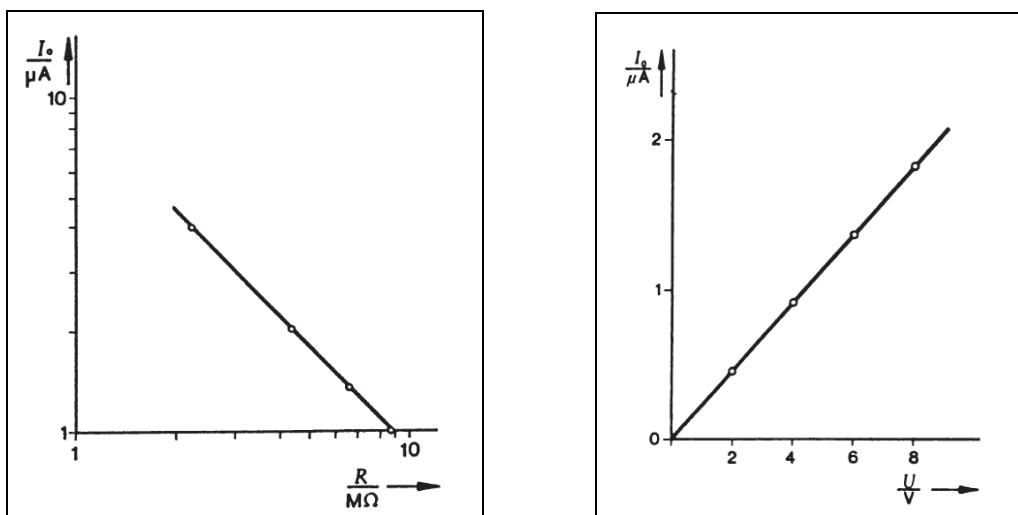

Рис.8. Вид графиков зависимостей $I_0(R)$ и $I_0(U)$.
6.3. Построить графики зависимости по результатам таблицы 5. Для зависимости тока I_0 от сопротивления брать логарифмический масштаб графика, для зависимости от емкости полулогарифмический. Отметим, что начальное значение зарядного тока I_0 от емкости C не зависит. Вид графиков приведен на рис.8.